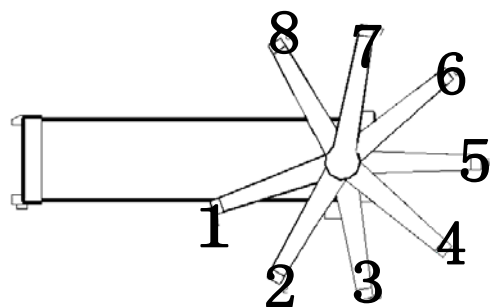

图 9 仪表把手转动示意图
1. 作为便携式仪表使用时，可以将仪表把手转动到不同的位置，调整仪表的姿态，以便于使用，仪表把手可以转换 8 种位置，如图 9 所示，其中测量时通常用位置 1, 3, 4，携带仪表时可将把手转到 5 的位置，若将把手转到位置 8 则可以将把手取下，转动把手的方法是将把手的根部向两侧拉开，然后转动把手到适当位置，再放开，作为便携式使用时仪表的最大外形尺寸为宽×高×深 264×117×370（不包括把手）。